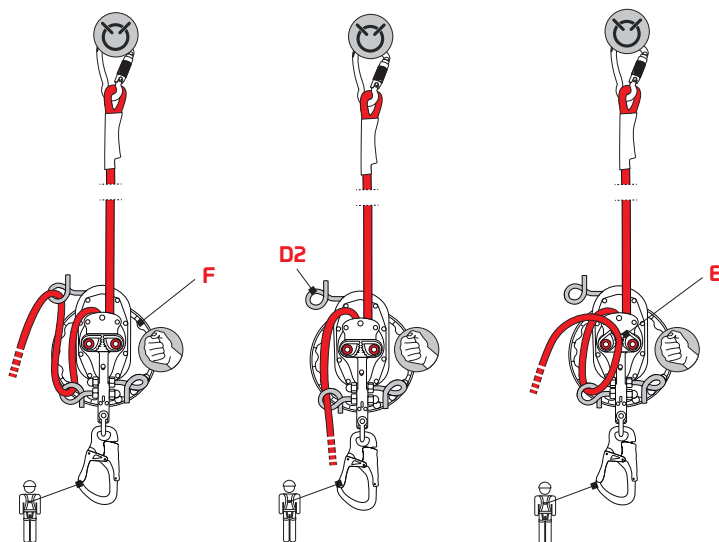

Fig.10
- f) rilasciare il volante (F),
- i) mantenendo fermo il volante (F), disinserire la corda dall'occhiolo a "coda di porco" (D2) e inserirla nello strozzacorda (E) - fig. 10,